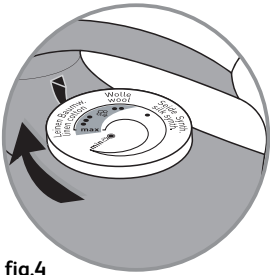

fig.4
- Выбрать температуру (см. прилагаемую таблицу или указания на пятке утюга), установив термостат напротив соответствующей отметки **(рис.4)**.